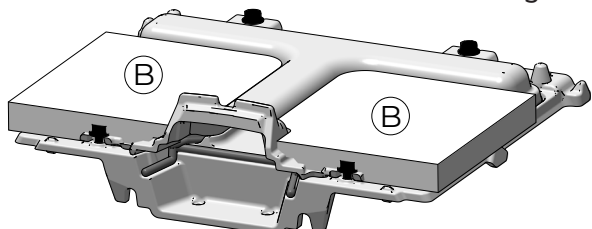

Fig. 7.13
8	Placer la nouvelle plaque arrière sur les panneaux d'isolation arrière (B) (Fig. 7.13)